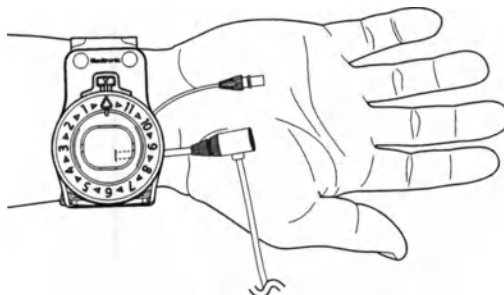

Figura 2. Colocación de la banda de cierre
3. Coloque la banda de cierre en la muñeca de modo que el punto de acceso permanezca visible a través de la ventana transparente y el centro del botón giratorio se alinea con la arteriotomía (Figura 2).